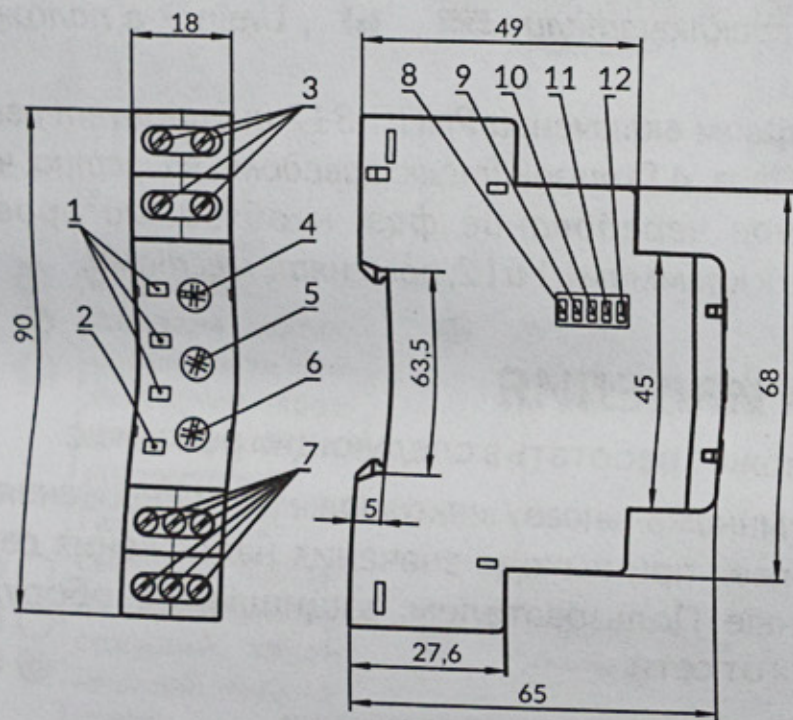

Рисунок 1
1) Переключателями срабатывания защиты (поз. 8 – 11 рис. 1) включите необходимые защиты.
2) Переключателем 380 В / 400 В (поз. 12 рис. 1) установите тип используемой сети.
4) Регулятором **Uном ±%** (поз.4 рис. 1) установите необходимый порог срабатывания по максимальному и минимальному напряжению в процентах от номинального напряжения питания сети.
5) Регулятором **Тоткл (с)** (поз.6 рис. 1) установите время срабатывания защиты по максимальному напряжению и по перекоосу фаз.
6) Регулятором **Твкл (с)** (поз.5 рис. 1) установите время АПВ.
1. Если Вы планируете использовать изделие в режиме «Контроль максимального напряжения» (разд. «Работа изделия»), разрыв питания катушки КМ необходимо подключить к клеммам **С1-NC1 (С2-NC2)** (обратная логика включения). Переключатель **Umax** (поз. 8 рис. 1) переместите в положение «Включено», а переключатели Ξ , || , **Umin** – в положение «Откл».